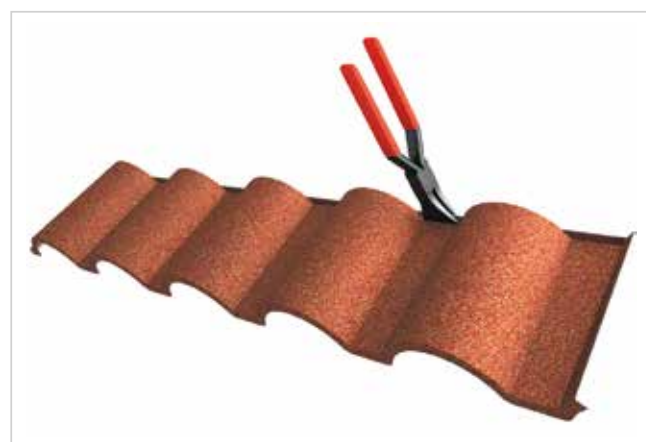

Рисунок 21
5.5.5 Края неполноразмерных панелей модели Флоренция подгибаются после резки и только в нижней части профиля (Рисунок 21).